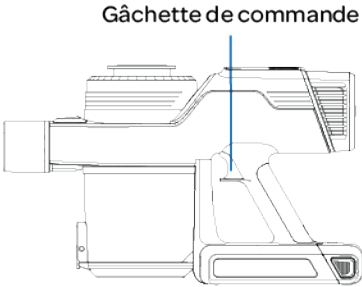

Figure 1
- 1. Appuyer et relâcher la gâchette de commande bleue, sur la poignée, pour démarrer l'aspirateur Veridian Endeavor Plus (Figure 1). L'aspirateur continue de fonctionner une fois la gâchette de commande relâchée.